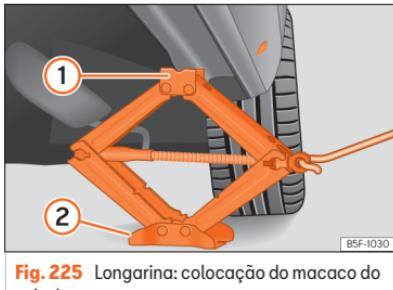

Fig. 225 Longarina: colocação do macaco do veículo.
- Rode a manivela do macaco, colocado por baixo do ponto de apoio da longarina, para levantá-lo até que o ressalto ① »» Fig. 225 se encontre por baixo do alojamento previsto.
- Alinhe o macaco de forma a que a patilha ① «encaixe» no alojamento previsto da longarina e que a placa base móvel ② fique apoiada no chão. A placa base ② deve ficar colocada na vertical relativamente ao ponto de apoio ①.